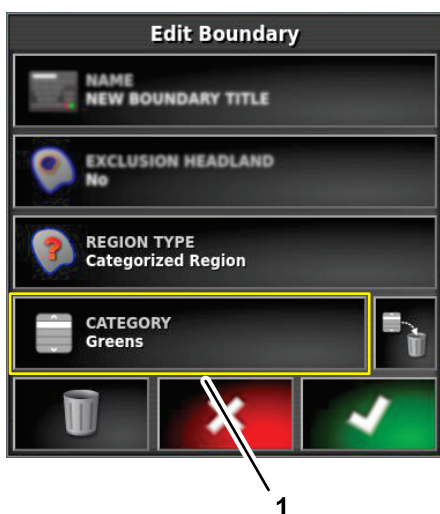

Figura 67
5. Se muestra el tipo de categoría seleccionado; pulse el icono Confirmar (Figura 67).